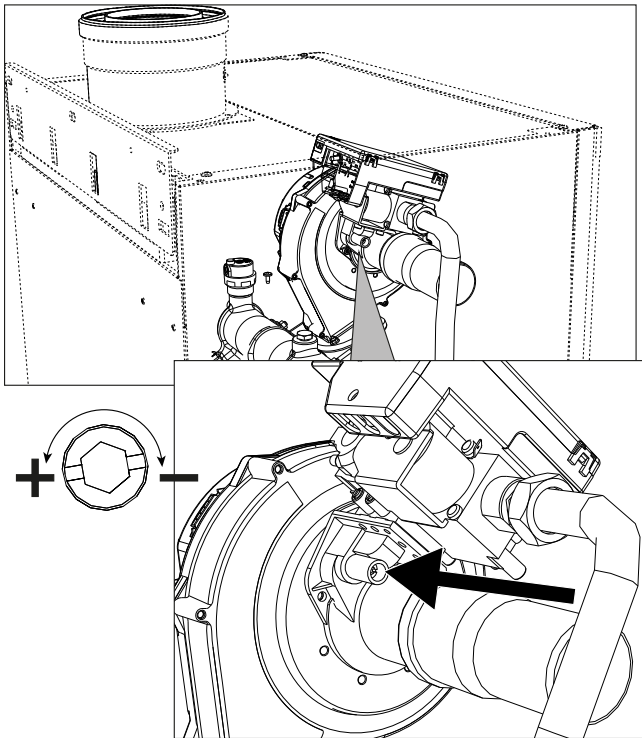
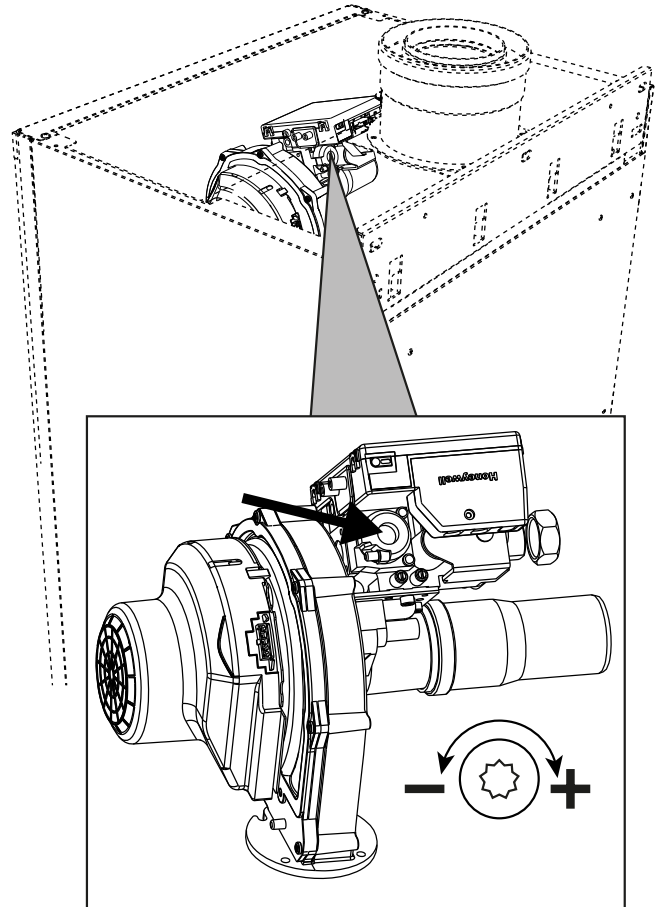
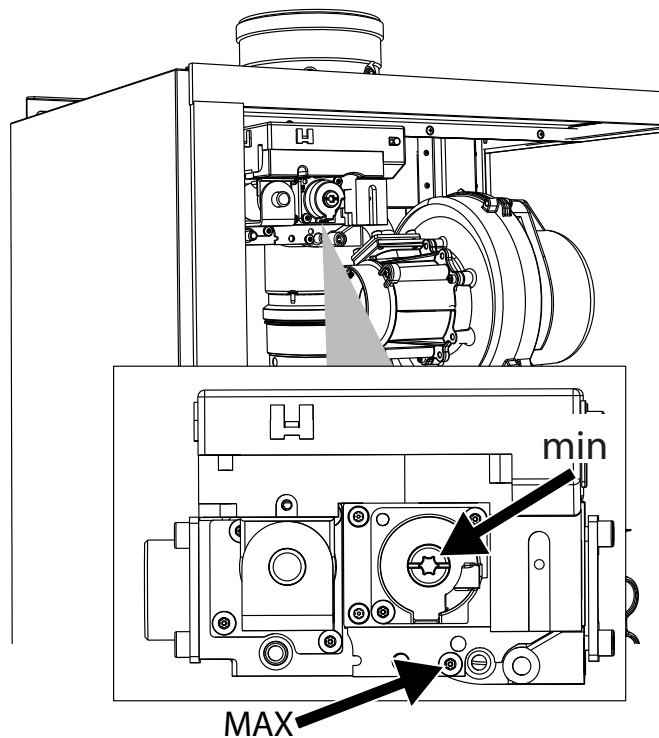

fig. 73- Regulación máxima modelos W 60 y W 80
fig. 74- Regulación mínimo modelos W 60 y W 80
fig. 75- Regulación máxima y mínima modelos W 99, W 120 y W 150
- Si los valores son distintos de los indicados, gire el tornillo de regulación del máximo hasta que las concentraciones de CO₂ sean correctas. Vea **fig. 73** para modelos **W 60 y W 80** o bien **fig. 75** para modelos **W 99, W 120 y W 150**.
- Si los valores de CO₂ son distintos de los indicados, gire lentamente el tornillo de "OFFSET" mínimo hasta que la concentración sea correcta. Vea **fig. 74** para modelos **W 60 y W 80** o bien **fig. 75** para modelos **W 99, W 120 y W 150**.